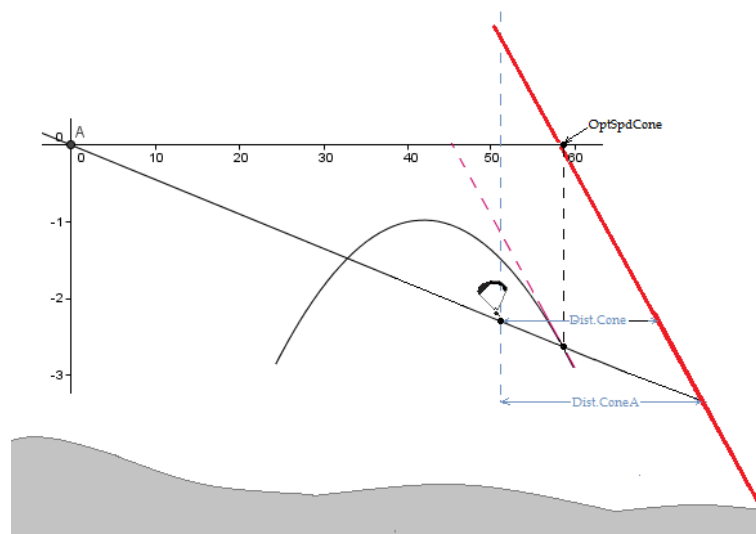

FIGURE 5.2 – Fin de section vitesse conique
Prenez la même manche représentée dans la Figure 4.5, mais maintenant le *End of Speed Section* (fin de section vitesse ou ESS) est un cône au ratio 4 :1. Pour introduire la manche, vous devez passer par les mêmes étapes que définies dessus à l'exception de l'étape 5. Comme le cône a le ratio de 4 :1 dans cette étape vous devrez régler le paramètre *Cone* en 4.0. Le LIVE SD fournit certaines informations pour optimiser la navigation quand l'ESS est conique. Ces informations sont apportées par 5 champs de données additionnels qui peuvent être inclus dans la mise en page de la page. Chacun des champs de données est expliqué dans la Section 3.2, mais pour une meilleure compréhension, regardez la situation de la Figure 5.2.
Dans l'exemple de la Figure 5.2, le pilote vole vers l'ESS avec une certaine vitesse vraie (TAS). Il existe une valeur optimale de TAS qui diminue le temps nécessaire pour atteindre l'ESS. Cette valeur dépend de la polaire et du ratio de cône, et elle n'est pas touchée par le vent ou les thermiques. Le LIVE SD calcule la valeur optimale de la vitesse vraie (TAS) et la montre dans le champ de données *OptSpdCone*. Pour
Quand l'ESS est un cylindre, la distance jusqu'à l'ESS ne dépend pas de l'altitude du pilote. Au contraire, quand l'ESS est un cône, la distance jusqu'à l'ESS dépend de l'altitude. Pour cette raison, le LIVE SD fournit les 2 distances dans 2 champs de données distincts. Le champ de données *Dist.Cone* montre la distance jusqu'à l'ESS à l'altitude actuelle du pilote (voir Figure 5.2). Comme la finesse de l'aile (« GR » pour « glide ratio ») est habituellement positive et limitée, l'altitude à laquelle le pilote atteint l'ESS est différente de l'altitude actuelle, donc la distance réelle jusqu'au cône dépend de la finesse (GR). Le champ de données *Dist.ConeA* montre la distance horizontale jusqu'à l'ESS en prenant en compte la finesse moyenne attendue pour le parcours restant (voir Figure 5.2).